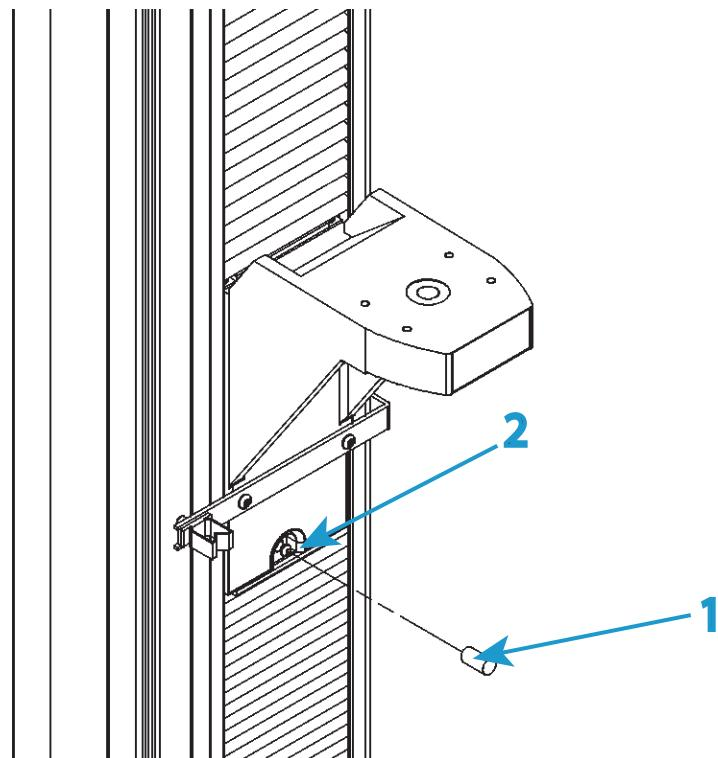
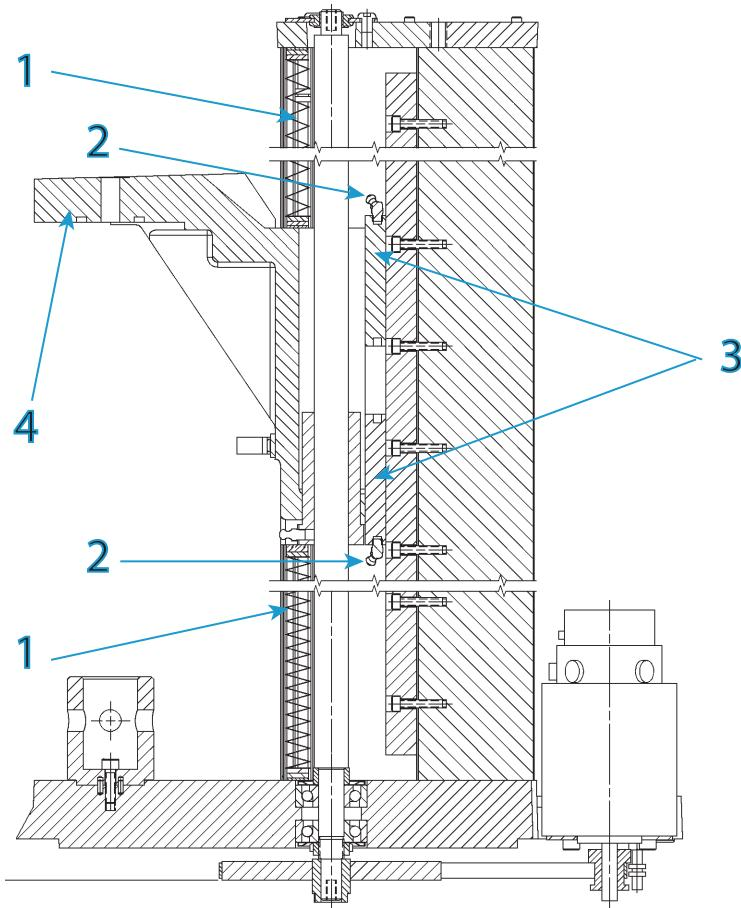

Figura 24. Lubricación de las tuercas redondas
Figura 25. Lubricador de los carros de la guía lineal
Este procedimiento se aplica al modelo 34SC-5, consulte Figura 24 en la página 130 y Figura 25 en la página 131.
Leyenda de Figura 24
Leyenda de Figura 25
6. Extraiga las cubiertas del husillo de recirculación de bolas de la cruceta y apártelas de la cruceta. Consulte la Figura 25 en la página 131 para localizar el engrasador situado en cada carro.